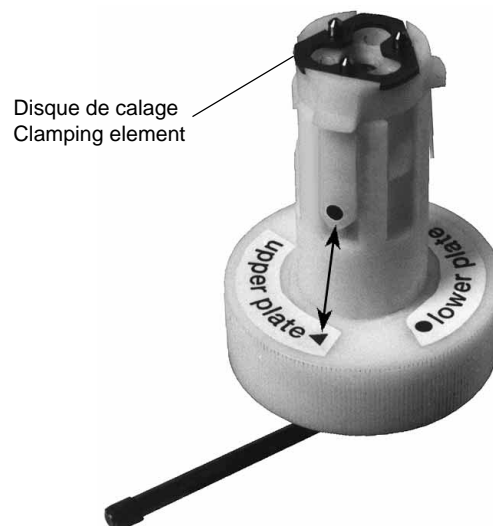

Fig. 13
- Tourner l'extracteur sur la position "Δ upper plate" (calage supérieur) (Fig. 13).
- Déposer le disque de calage sur les tétons de l'extracteur (Fig. 13) et pivoter la poignée de 90° dans le sens de la flèche "OPEN".
- Change the position of the extractor to "Δ upper plate" (upper clamping element, Fig. 13).
- Place the clamping element onto the pins of the extractor (Fig. 13) and turn the lever by 90° in the direction of the arrow "OPEN".